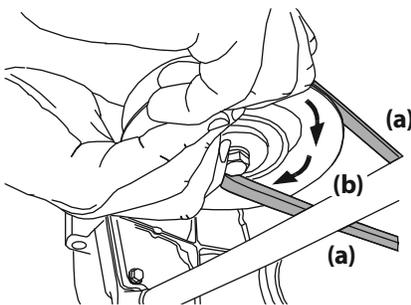

Figura 39
- Mientras sostiene la correa de la PTO (a) hacia abajo, siga girando la polea de la PTO (b) hasta que la correa de la PTO (a) se deslice fuera de la polea (b). Consulte la Figura 39.